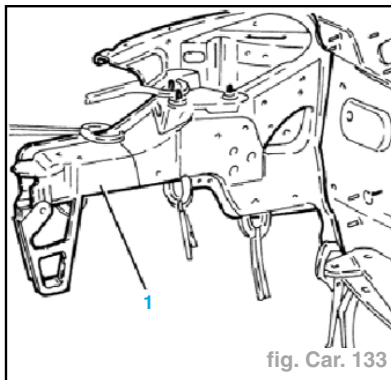

fig. Car. 133
- Présenter la pièce détachée du flanc interne, contrôler l'alignement et la fixer au moyen de pinces autobloquantes à la coque (1) (fig. Car. 133).